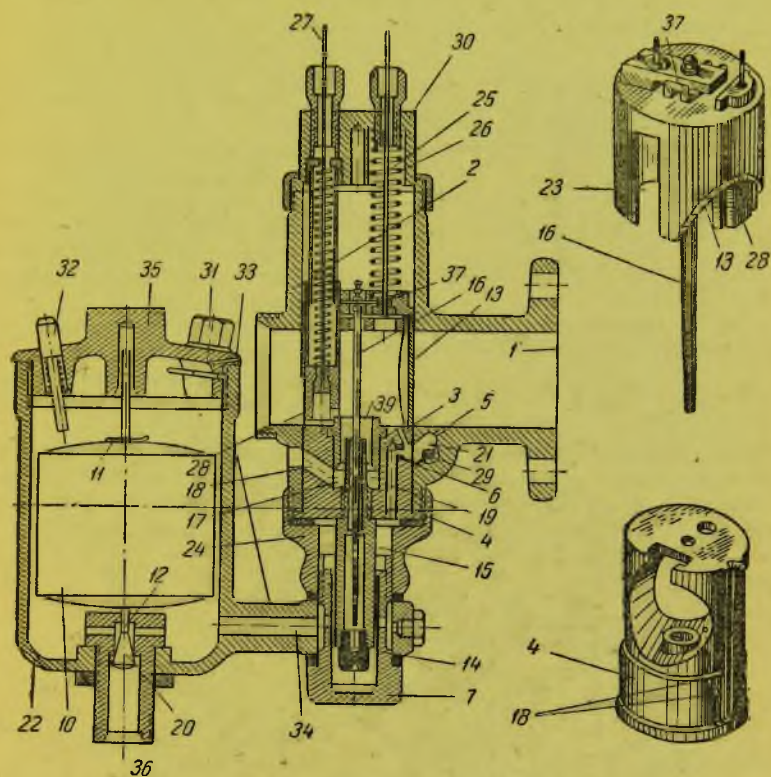

Рис. 88. Карбюратор МК-17
Корпус карбюратора имеет горизонтальный канал, по которому проходит основной поток воздуха (рис. 88). В вертикальной части карбюратора скользит дроссельный золотник (13), представляющий собой фигурно вырезанный перевернутый вверх дном стакан. В днище стакана закрепляется при помощи пружинной вилки (37)